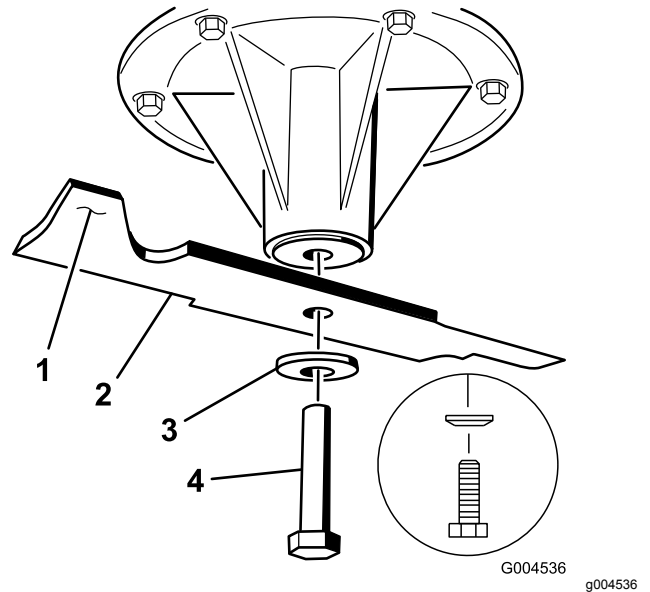

Bild 83
2. Setzen Sie das Messer auf die Spindelwelle (Bild 83).
3. Setzen Sie die Wellenscheibe und die Messerschraube ein (Bild 83).
Hinweis: Der Konus der Wellenscheibe muss in Richtung Schraubenkopf zeigen (Bild 83).